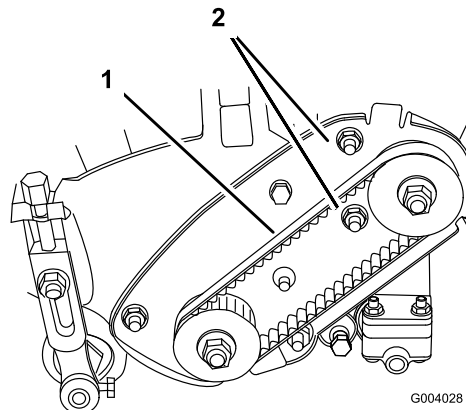

Figure 35
- A. Desserrez les écrous de montage du logement de roulement (Figure 35).
- C. Tout en maintenant le réglage de la clé dynamométrique, serrez les écrous de fixation du logement de roulement (Figure 35). Ne tendez pas la courroie excessivement.